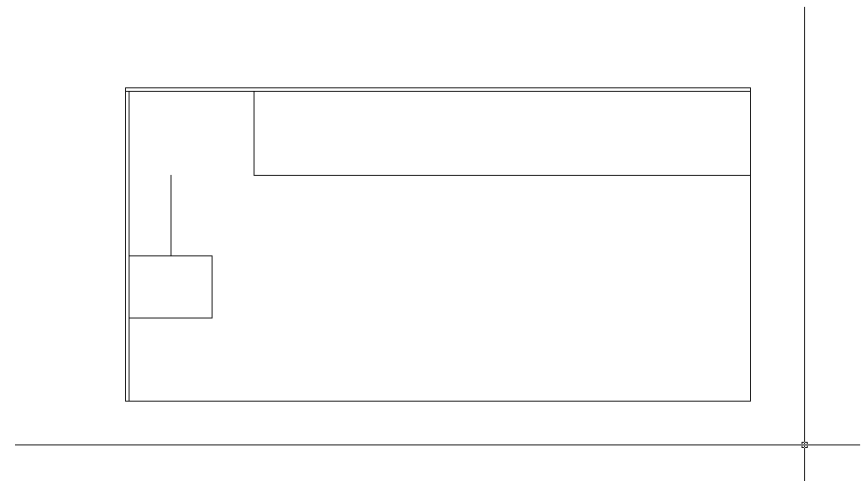

Рис. 4.21 ▼ Результат применения инструмента **Зумировать предыдущий** (Zoom Previous)
нужно было бы при этом запустить в командном окне и ввести коэффициент масштабирования вручную, как вы это делали раньше). Однако в применении столь сложной последовательности операций нет необходимости. Введите в командном окне **Показать предыдущий** (ZOOM PREVIOUS) или просто **по пр** (ZP). Масштаб изображения тут же вернется к предыдущему (рис. 4.21). Команде **Показать предыдущий** (ZOOM PREVIOUS) соответствует инструмент **Зумировать предыдущий** (Zoom Previous), который можно запустить как с помощью плавающей панели инструментов **Standard**, так и с помощью команды меню **Вид** ⇒ **Зумирование** ⇒ **Назад** (View ⇒ Zoom ⇒ Previous).